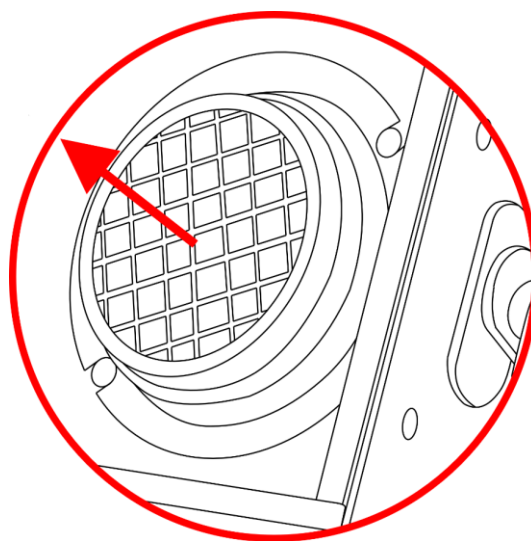

Abb. 04
- 02) Entfernen Sie vorsichtig die Metallabdeckung des Leuchtmittels (Abb. 04).